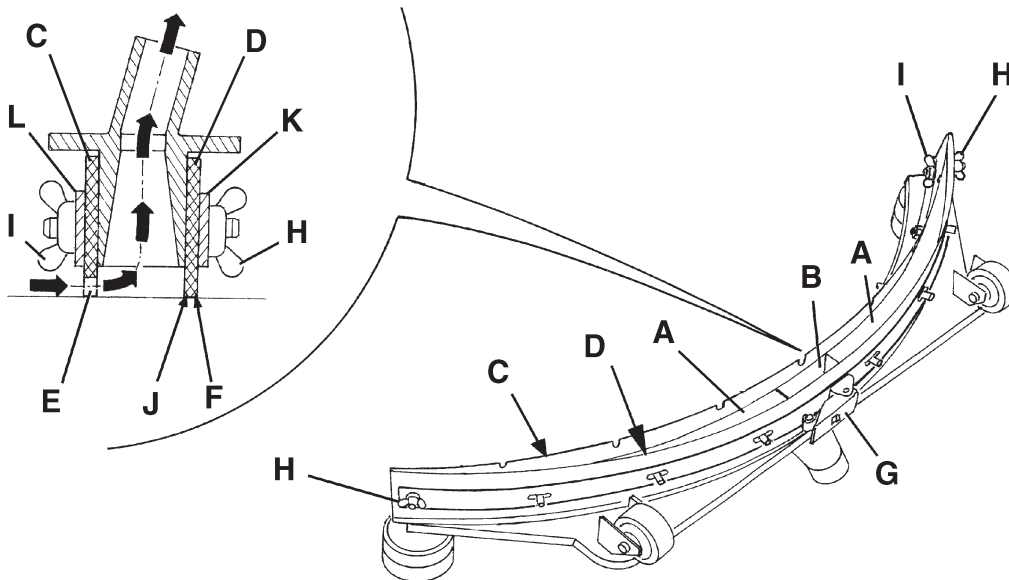
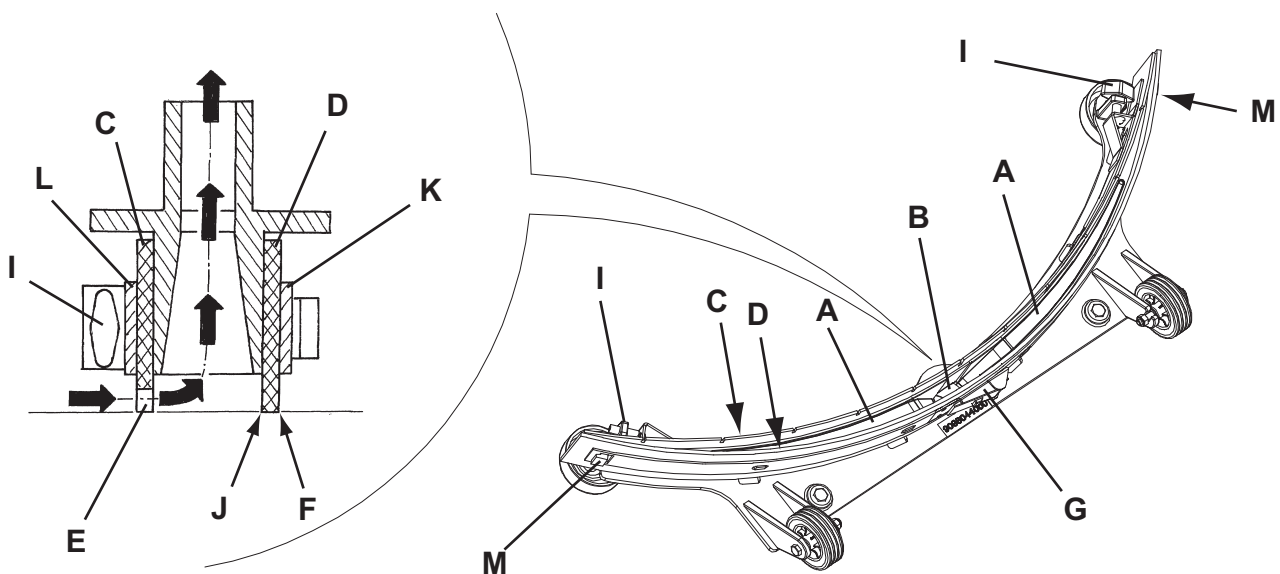

Abbildung 6
Abbildung 7
2. Den Zündschlüssel (80) auf "0" stellen.
3. Sauglippe (25) mit dem Hebel (10) absenken.
4. Sterngriffe (26) lösen und Sauglippe (25) abnehmen.
5. Ansaugrohr (15) von der Sauglippe abnehmen.
6. Die Sauglippe aus Stahl (Abb. 5) oder aus Aluminium (Abb. 6) waschen und reinigen. Insbesondere die Räume (A, Abb. 5 oder 6) und das Loch (B) reinigen. Überprüfen, ob der vordere (C) und der hintere Gummi (D) unversehrt sind und keine Schnitte oder Risse aufweisen, gegebenenfalls austauschen (siehe nachstehender Absatz).
- Die Sauglippe aus Stahl (Abb. 6) oder aus Aluminium (Abb. 7) reinigen, und dabei wie angegeben im vorhergehenden Abschnitt vorgehen.
- Prüfen dass die Säume (E, Abb. 6 oder 7) des Vordergummis (C) und die Säume (F) des Hintergummis (D) gleichzeitig auf einer Richtplatte über ihre ganze Länge ruhen, ansonsten in der Höhe wie folgt beschrieben einstellen:
- Den Zugstab (G, Abb. 6 oder 7) und die Flügelmutter (H, Abb. 6) oder die Befestiger (M, Abb. 7) lösen und das Hintergummi (D, Abb. 6 oder 7) einstellen, dann die Flügelmutter anschrauben oder die Befestiger ankuppeln, schließlich den Zugstab ankuppeln.
- Sterngriffe (I) lösen und vorderen Gummi (C, Abb. 6 oder 7) einstellen. Sterngriffe wieder festdrehen.
- Überprüfen, ob der vordere (C, Abb. 6 oder 7) und der hintere Gummi (D) unversehrt sind und keine Schnitte oder Risse aufweisen, gegebenenfalls wie folgt austauschen. Überprüfen, ob die Vorderkante (J) des hinteren Gummis verschlissen ist. Gegebenenfalls Gummi umdrehen und eine der drei unversehrten Kanten als Vorderkante verwenden. Sind auch die anderen drei Kanten abgenutzt, Gummi wie folgt austauschen:
- Zugstange (G) lösen, Flügelmutter (H) entfernen oder Haltevorrichtungen (M) lösen, Haltestreifen (K) abnehmen und hinteren Gummi (D) umdrehen/austauschen. Gummi in umgekehrter Reihenfolge einbauen.
- Sterngriffe (I) aufdrehen, Haltestreifen (L) abnehmen und vorderen Gummi (C) austauschen. Gummi in umgekehrter Reihenfolge einbauen.
- Ansaugrohr (15) an die Sauglippe anschließen.
- Sauglippe (25) montieren und Sterngriffe (26) festdrehen.
- Falls erforderlich, Sterngriff Sauglippenausgleich (27) einstellen.